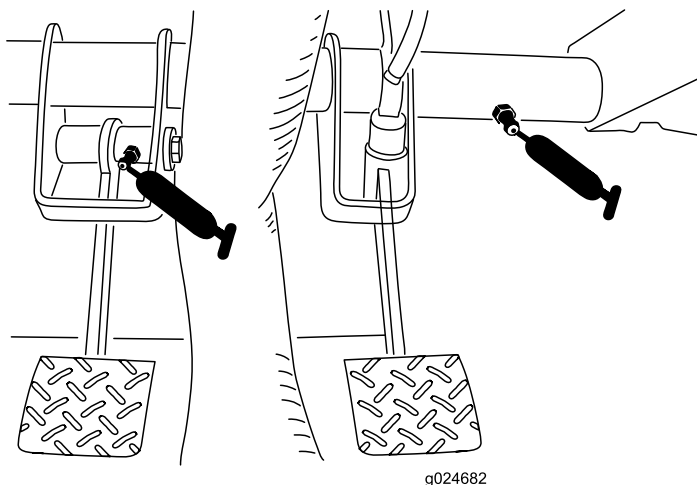

Figura 31
- **Embraiagem (1);** consulte Figura 31
- **Travão (1);** consulte Figura 31